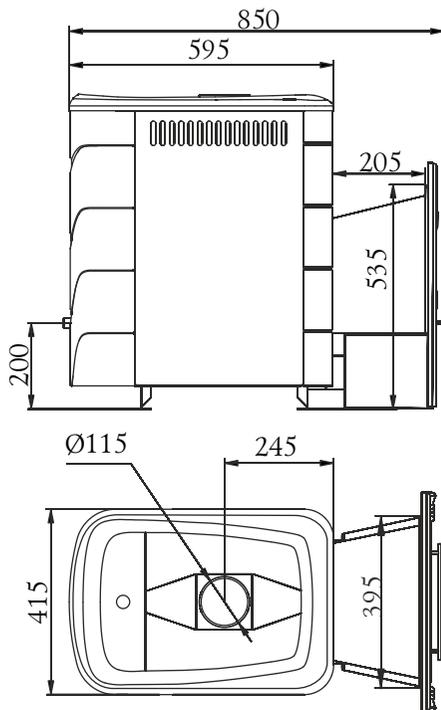

Рисунок 5. Габаритные размеры печи «Компакт 2013 Carbon Витра Б» и «Компакт 2013 Inox Витра Б».
- пол из горючих и трудногорючих материалов перед дверцей топки — металлическим листом размером 700×500 мм (рисунок 5)